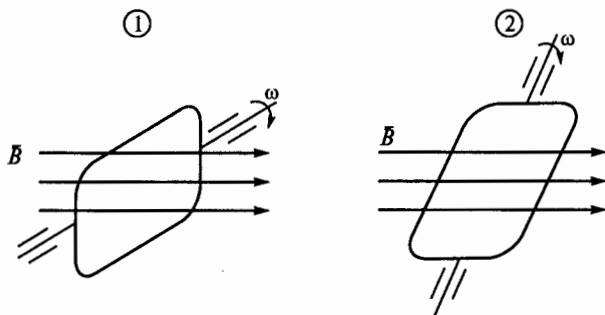

Рис. 49
**2.23.** Указать на рис. 49 положение рамки, вращающейся в однородном магнитном поле, при котором индуцируемая в ней ЭДС максимальна.